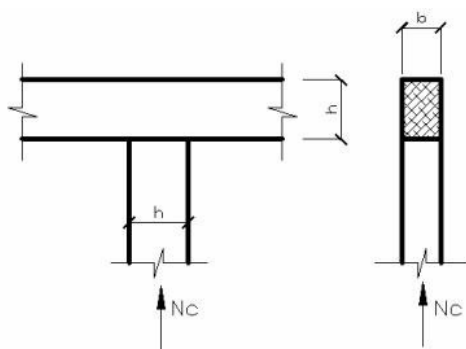

Рисунок 4. Поперечный лобовой упор
5.1 Проверить прочность поперечного лобового упора при смятии балки, опертой на стойку, сечения которых имеют размеры $b \times h$ (или круглое диаметром d). В стойке действует предельная сжимающая сила N_c (рисунок 4).